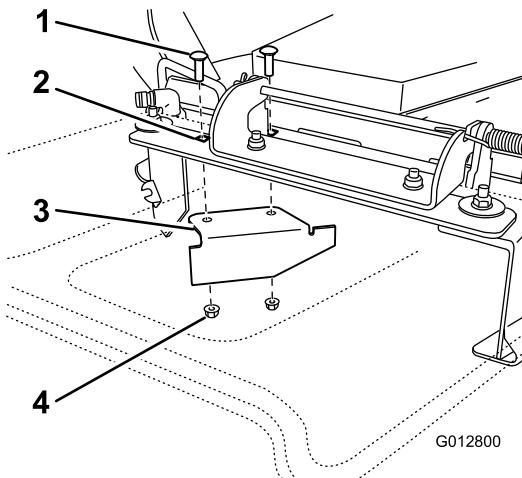

Figure 35
11. Trouvez le déflecteur incliné dans le sachet des pièces détachées. Retirez les fixations des trous arrière de la plaque d'éjection. Montez le déflecteur sur l'ouverture d'éjection latérale sur le plateau de coupe (Figure 35).